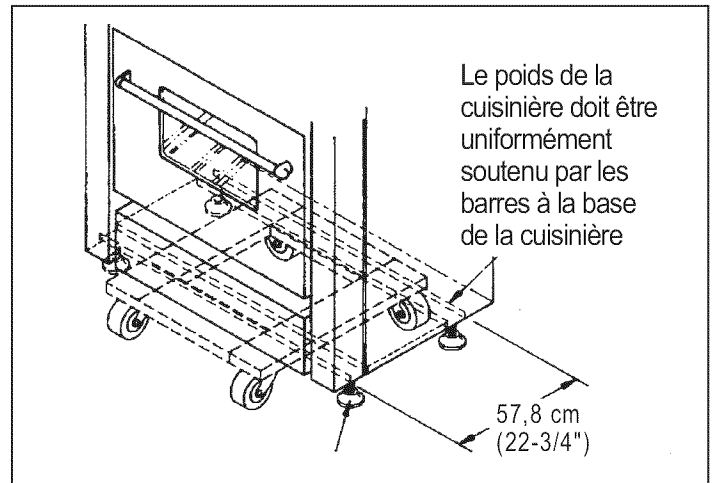

Figure 6 : Mise en place sur la plate-forme à roulettes
- En raison du poids de la cuisinière, il convient de la déplacer à l'aide d'une plate-forme à roulettes souples. Le poids doit être uniformément réparti sur la plate-forme (voir Figure 6).